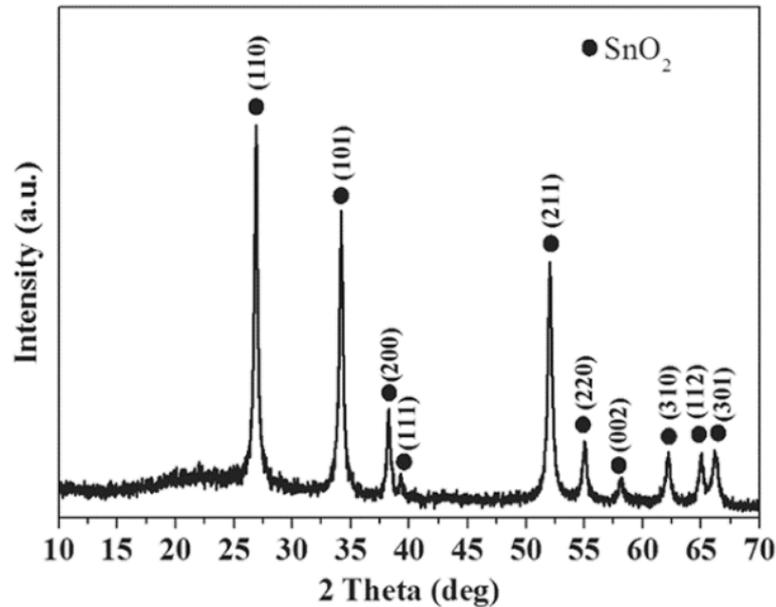

Figure 2 : Diffractogramme de SnO_2 .
Le diffractogramme de SnO_2 est présenté sur la Figure 2. Il a été réalisé avec la raie $\text{CuK}\alpha$ ($\lambda=1.542 \text{ \AA}$).
- 6- L'indexation des pics donnés sur la Figure 2 sont-ils en accord avec le résultat précédent ? Sinon, proposez une explication.